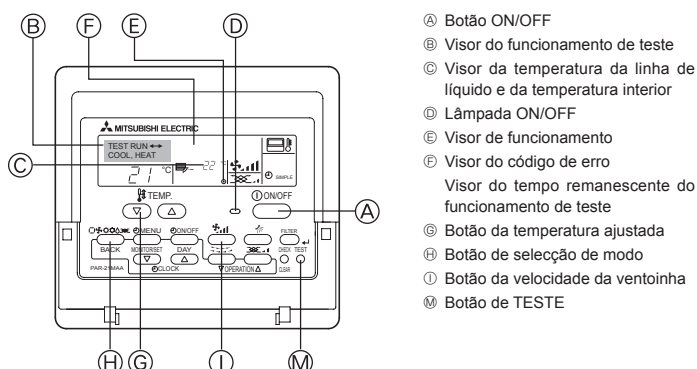

Fig. 6-1
6.2.1. Utilizar o controlo remoto com fio (Fig. 6-1)